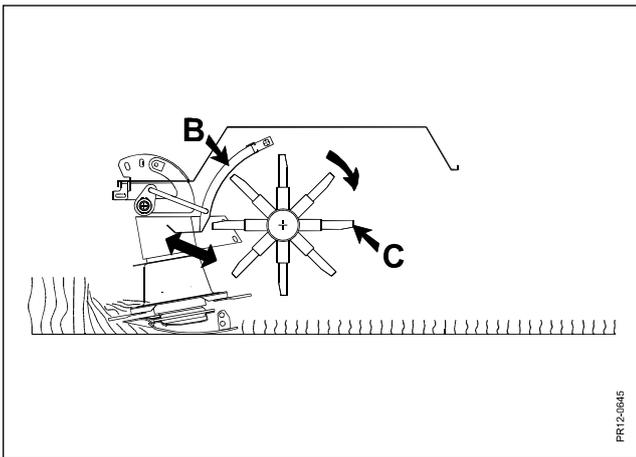

Fig. 3-15
**Fig. 3-15** Dieser Aufbereitergrad wird durch Regulierung des Abstandes zwischen der Aufbereiterplatte **B** und den Aufbereiterfingern **C** auf dem Rotor geändert. (Je kleiner der Abstand, desto kräftiger die Aufbereitung des Mähgutes).